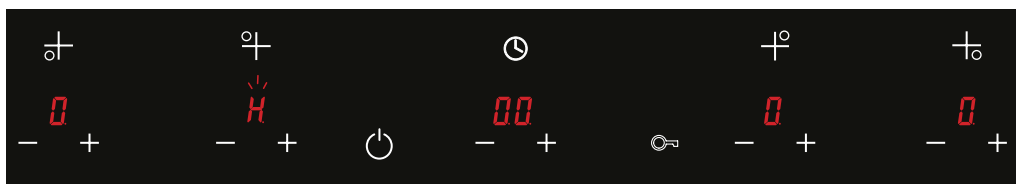

Afbeelding 43
1.  De plaat kan worden uitgeschakeld door de XX toets in te drukken. (zie afb. 43)